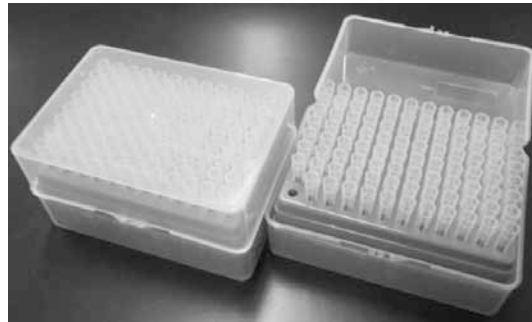

図3 チップラック
- 3) ピペットチップが入った箱（チップラック、図3）のふたを開け、ピペットチップにチップホルダーの先端を差し込んで装着する。P1000は白色、P200とP20は黄色のピペットチップを使用する。ピペットチップとチップホルダーの間から空気が漏れないように、装着したピペットチップでチップラックを軽くトントンと叩くようにしてしっかりと装着する。装着後チップラックのふたを閉める。